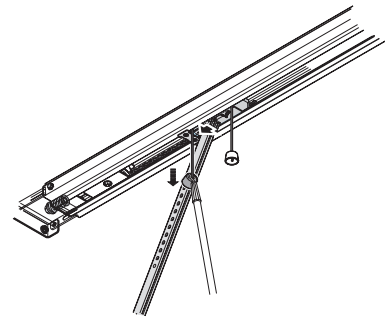

Abb. 8-1: Notentriegelung
2. Bei geschlossenem Tor Notentriegelung (siehe Abb. 8-1) betätigen.